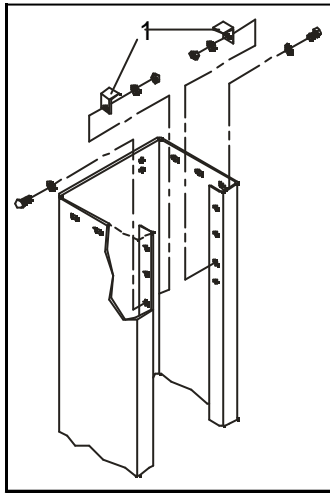

Fig.37
7 - Prendere la colonna lato servizio e montare i due parti di appoggio tra ve su per iore (Rif.1 Fig.37) utilizzando per ciascuna una vite TE M10x25 con dado esagonale e due rondelle piatte.
7 - Mo unt the two spe cial "up per beam sup ports" (ref. 1, fig.37) on the ser vice side post, using HH screws M10x25, Hex. nuts and flat washers.